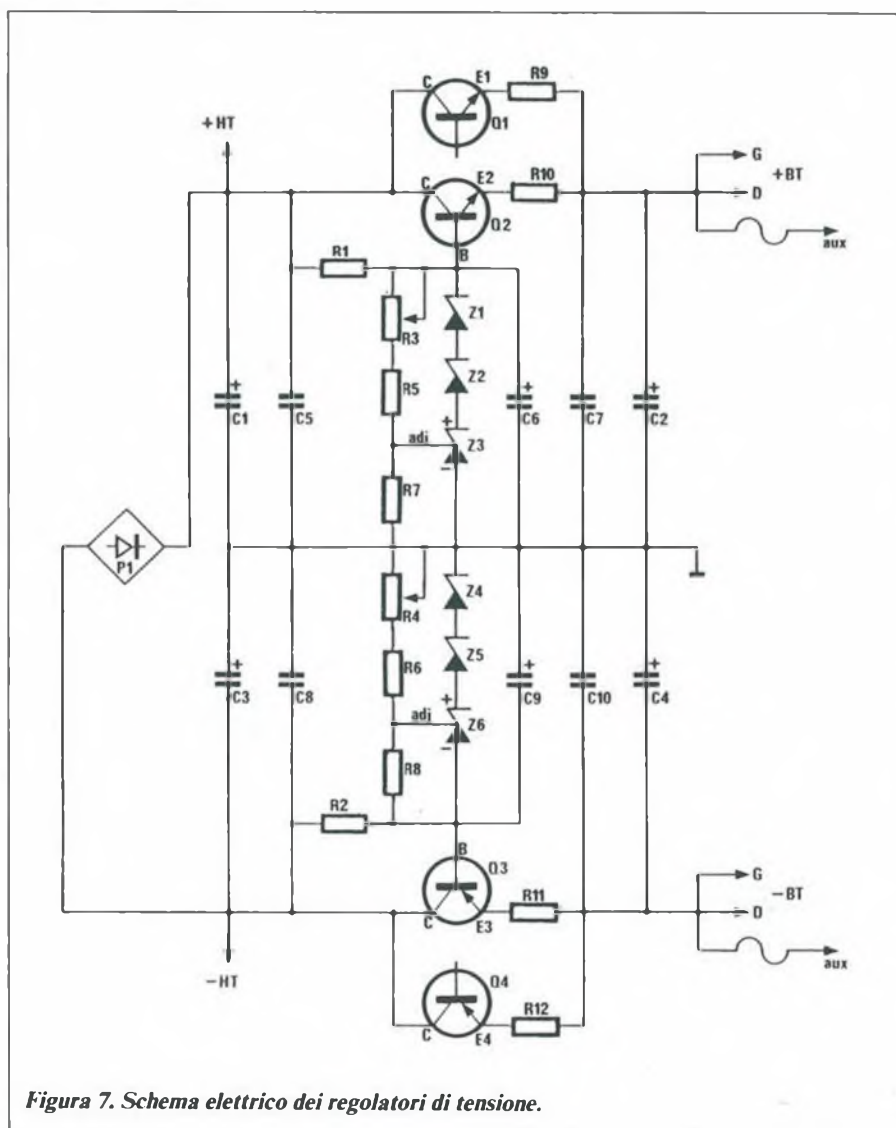

Figura 7. Schema elettrico dei regolatori di tensione.
Il loro schema di principio è illustrato in Figura 7 e corrisponde a una struttura zener + ballast già collaudata. Gli zener asserviti Z3 e Z6 pilotano una serie di Darlington di potenza montati in parallelo (Q1 + Q2 e Q3 + Q4).
I circuiti di regolazione della Figura 7 vanno montati sui due piccoli circuiti stampati differenti, denominati Z+ e Z-, le cui piste di rame sono disegnate nelle Figure 15 e 17 con la disposizione dei componenti nelle Figure 16 e 18. Sulla parte interna di ognuna di queste basette andrà montato un dissipatore termico di adeguate dimensioni, in modo che la parte alta della basetta (positivo di C6 o di C9) sia a filo con il lato alto del dissipatore termico.
- Collegare rispettivamente a + BT e -BT di Z+ e Z- due fili (di robusta sezione) diretti verso i terminali + e - degli elettrolitici C2 e C4 (vedi Figura 7). Scaricare C2 e C4, mediante un resistore o un cortocircuito, prima di collegarli a + BT e - BT.